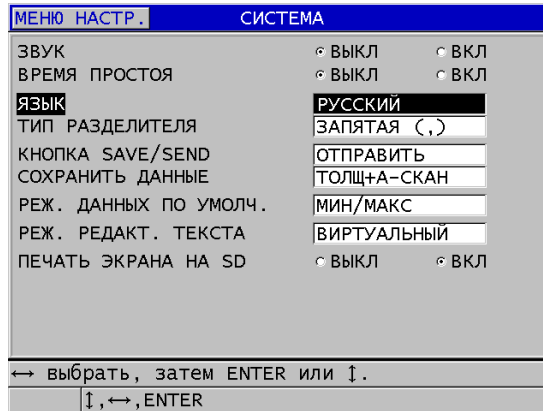

Рис. 4-1 Выбор языка пользовательского интерфейса
3. В диалоговом окне **СИСТЕМА** (см. Рис. 4-1 на стр. 58):